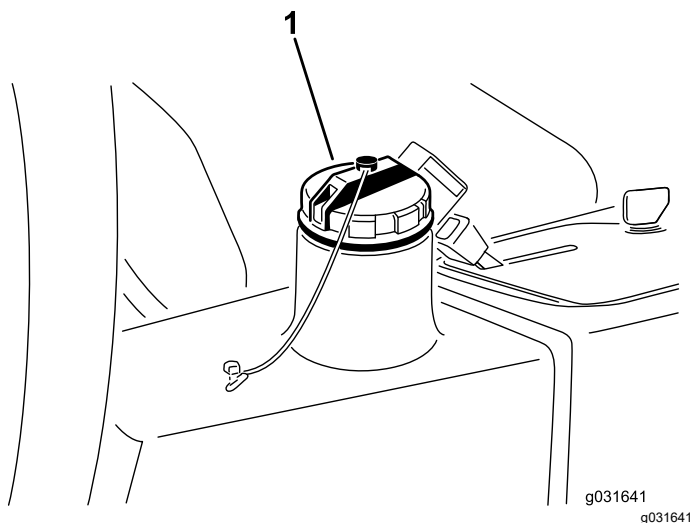

図 66
4. 油圧オイルタンク 図 66に約 13.2 リットルの油圧オイルを入れる 油圧システムを点検する \(ページ 50\)を参照。